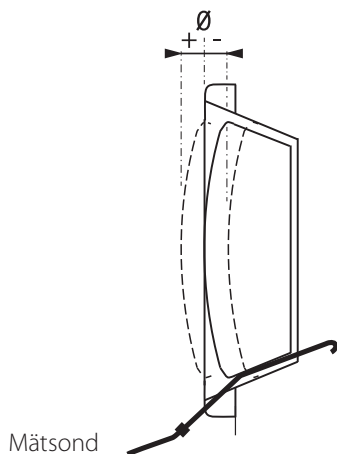

Bild 1. Injustering med mätsond.
- ⚠ Beakta ventilkäglans läge. Kägla utgår ifrån ett 0-läge och kan ställas inom ett max (+) / min (-) intervall, se **Bild 1** samt K-faktortabell **TAB-2**.